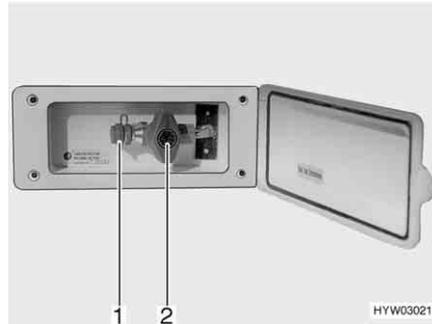

Bild 126 Externer Gasanschluss, Gasabsperventil geschlossen
Der externe Gasanschluss (Bild 126) befindet sich je nach Modell am Heck oder auf der linken bzw. rechten Fahrzeugseite.
- Externes Gasgerät an der Anschluss-Stelle (Bild 126,1) anschließen.
- Das Gasabsperventil (Bild 126,2) öffnen.